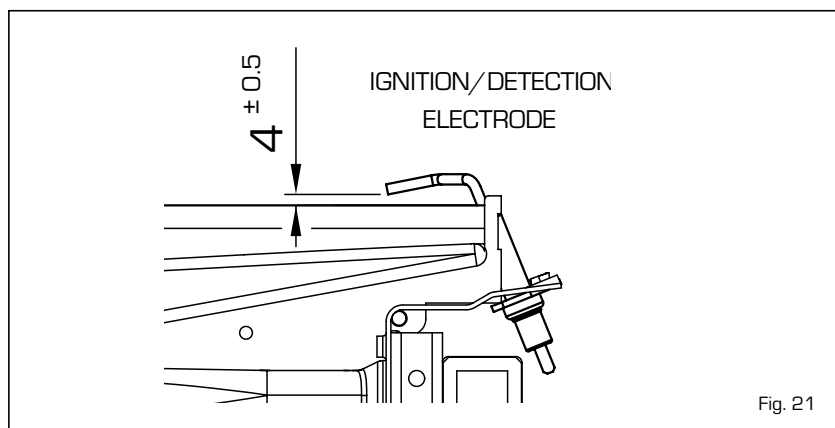

Fig. 21
- Volver a montar en el orden contrario. Controlar la distancia del electrodo (fig. 21) y verificar su resistencia y su encendido.